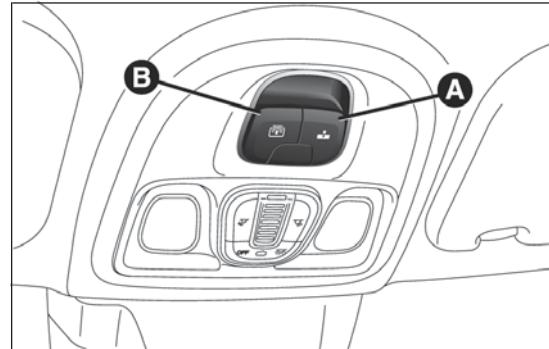

fig. 72
Premere il pulsante A fig. 72: il pannello vetro anteriore si porterà in posizione “spoiler”.
Dalla posizione di completa apertura premere il pulsante A fig. 72: il pannello vetro anteriore si porterà in posizione “spoiler”.
Premere il pulsante B fig. 72: la tendina si muoverà verso la parte posteriore della vettura, fino alla posizione di completa apertura.
- premere il pulsante A fig. 72 in posizione di chiusura;